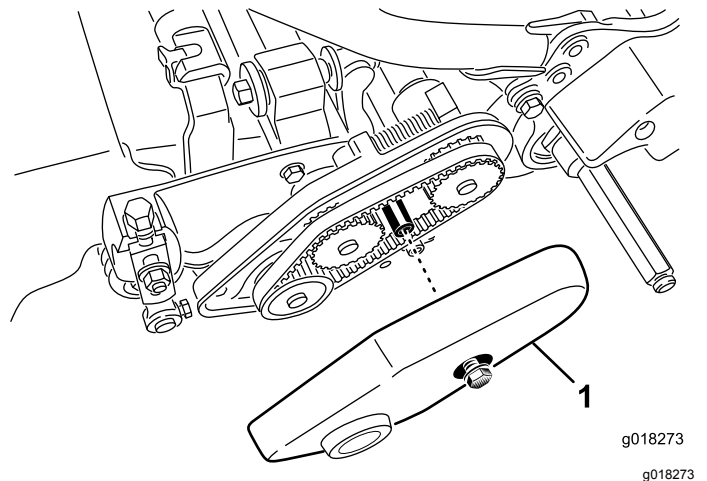

Figura 44
2. Afloje el perno con arandela prensada que sujeta la cubierta de la correa, y retire la cubierta de la correa para tener acceso a la correa (Figura 44).